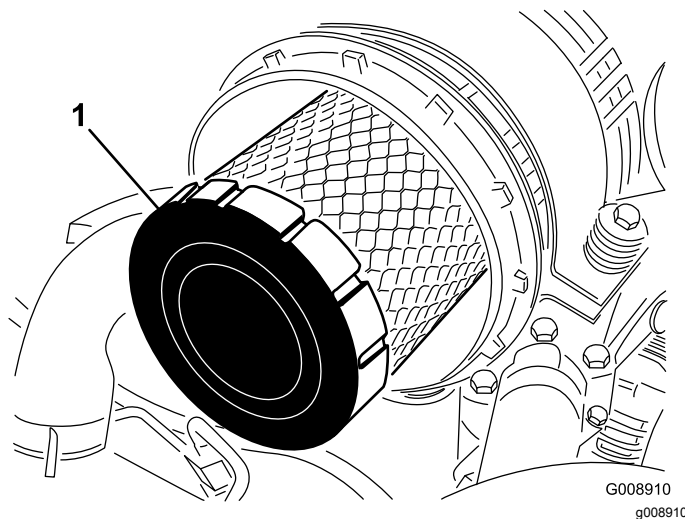

Figura 80
4. Retire o filtro principal (Figura 80).